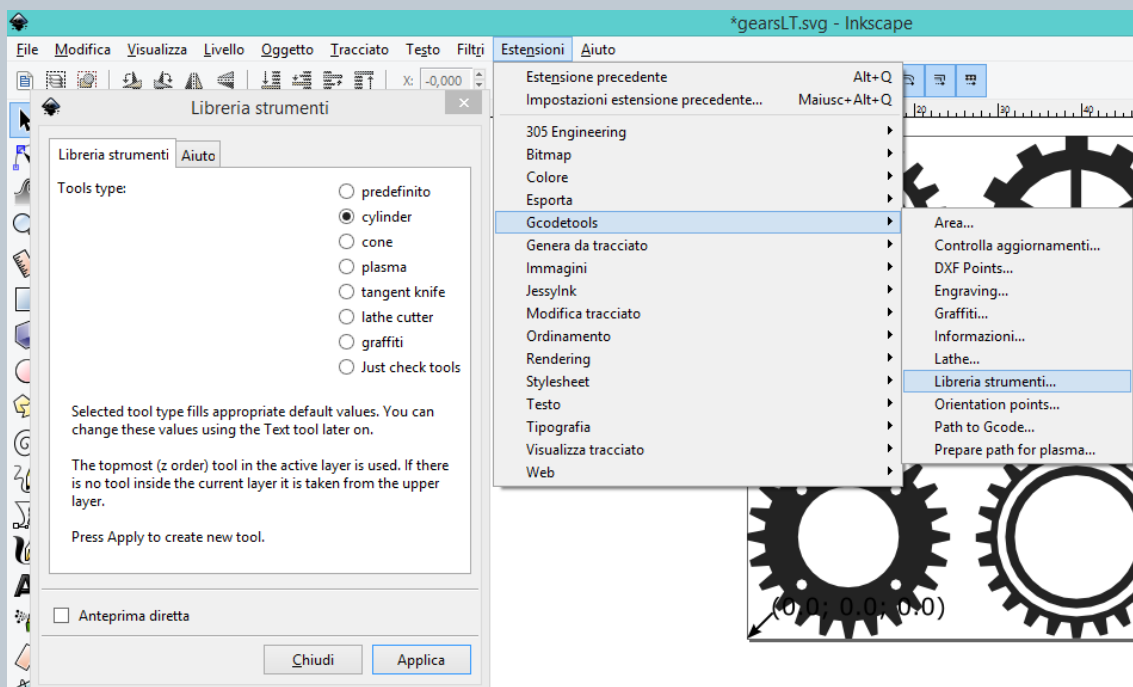

Fig. 51
- Confermare con “Applica” e completato il processo con “chiudi”. (Fig.51)